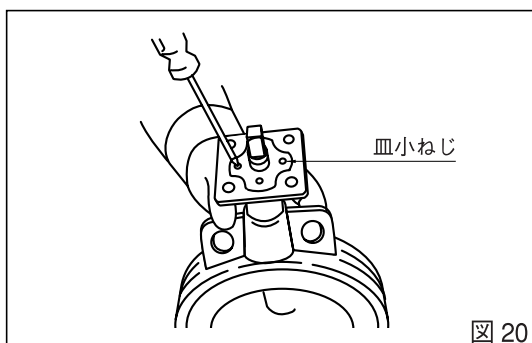

図 20
3. 皿小ねじの取り外し：上部弁棒の抜け止めブッシュ、O-リングを固定している皿小ねじを外します。この時、圧力だまりを避けるため、少しずつ緩めてください。（図20）